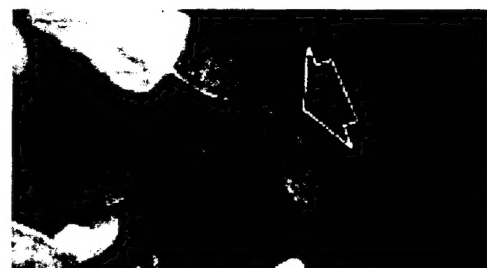

Fig. 4
2. S'assurer que Chain Brake® est déclenché avant de mettre l'outil en marche (Fig. 4). Désengrenez en tirant vers l'arrière vers le moteur.